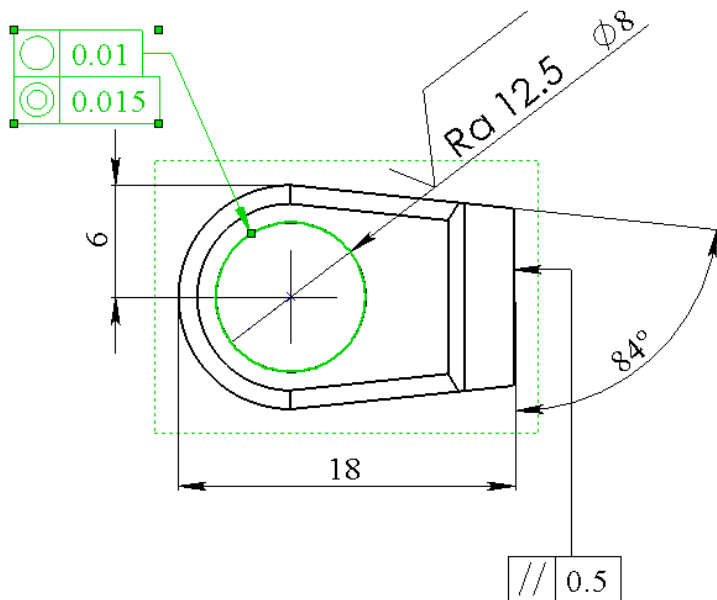

Рис. 8
- Выберите обозначение в графической области и в разделе **Выноска** появившегося окна **Отклонения формы** Менеджера свойств (Property Manager) нажмите кнопку **Перпендикулярная выноска**  после чего переместите обозначение в положение, показанное на рис. 8 (удлините выноску).